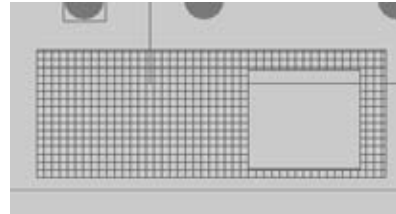

Рис.9.8.3
4. Чтобы вырезать кусок полигона, надо выполнить команду **Cutout Polygon Mode** и при нажатой ЛК нарисовать на полигоне охватывающий прямоугольник. Фрагмент полигона будет удален (рис.9.8.3).